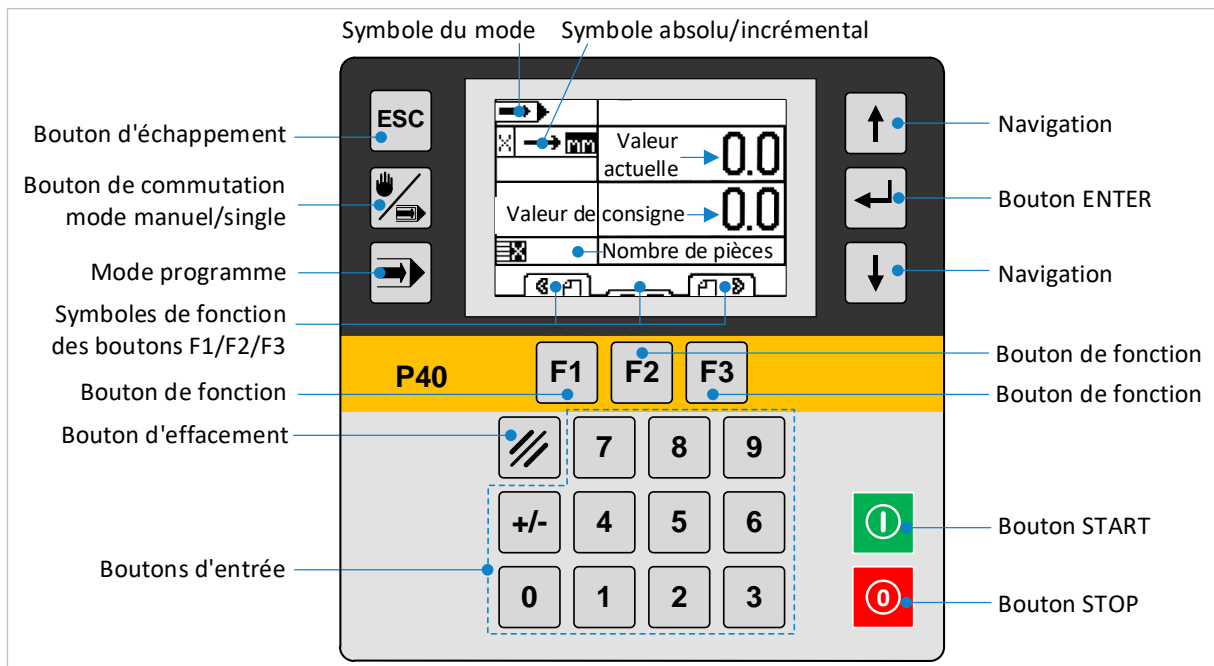

Figure 11 : fonctions du clavier et de l'affichage de la commande P40
Après chaque mise en marche de la commande de positionnement, la butée du convoyeur à rouleaux doit être référencée → Le référencement est lancé par le bouton « F2 » (voir ⇒ Figure 11).
- Si la position est mal saisie, vous pouvez effacer la valeur avec la bouton d'effacement (voir ⇒ Figure 11).